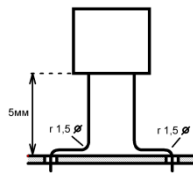

Рис.2
2. Установка поз. 8...поз. 12 – по рис. 2 на высоту 5 мм.